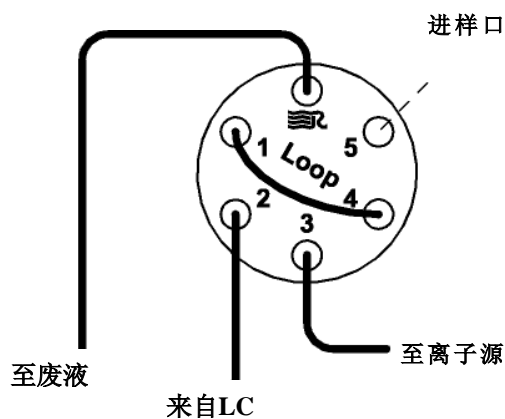

图8-4. 转向/进样阀，图中显示的是手动定量环进样的管线连接
4. 拆除安装在注射器接头组件和转向/进样阀5号端口之间的样品传输管线。5号端口现在用作进样端口，见图8-4。